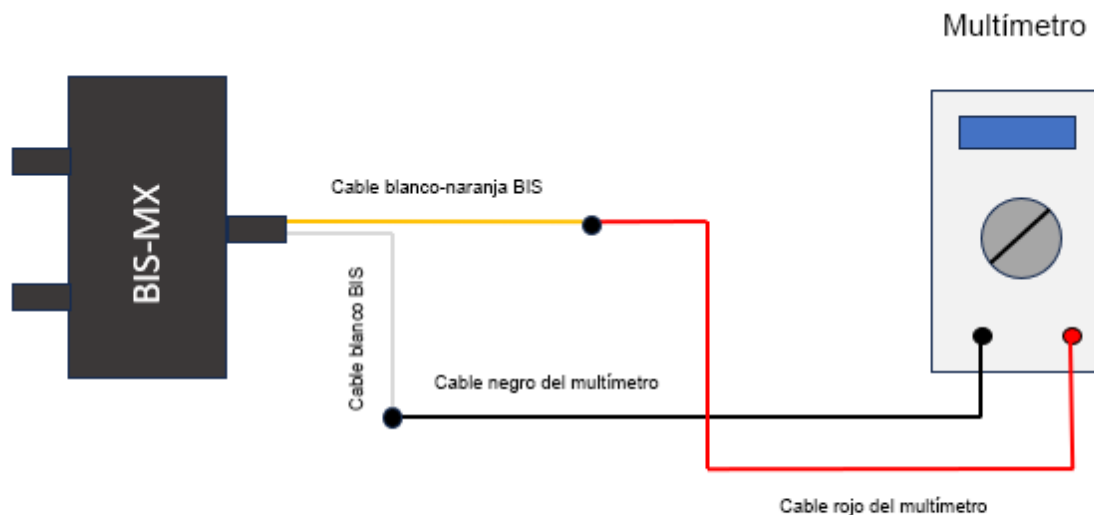

Fig. 4 Diagrama de conexión
2. Monte el circuito de conexión de acuerdo con la «Fig.4 Diagrama de conexión».